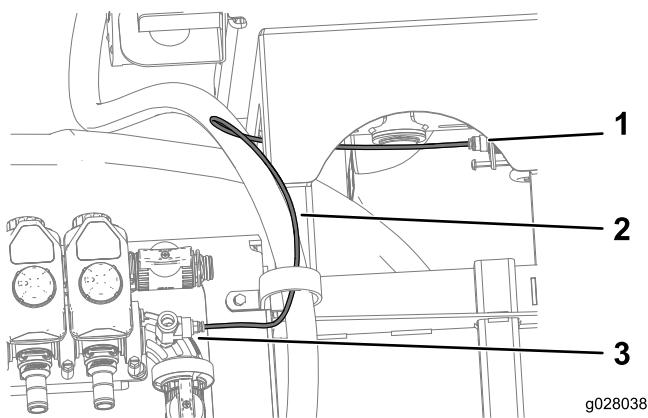

図 15
8. 水圧トランスデューサの配線をT字フィッティングと水圧計のカップラのバルブに接続する図 15。